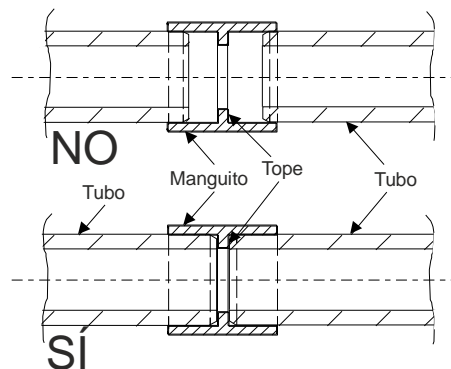

Fig. 37 Unión de los tubos
- Las distintas secciones de tubo se unen mediante racores. Para ello, y en función del material de tubo empleado, se aplicará el procedimiento de pegado según el cap. 5.3.2 o 5.3.3, o bien el procedimiento de encaje a presión según el cap. 5.3.4. Los tubos deben introducirse en los racores hasta el tope (Fig. 37).